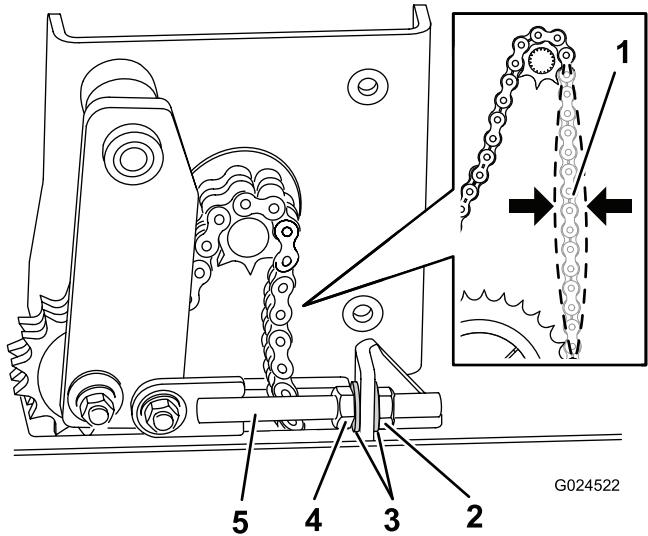

Bild 23
2. Lösen Sie die Klemmmutter an der Spannstange (Bild 23).
3. Stellen Sie die Spannung wie folgt ein (Bild 23):